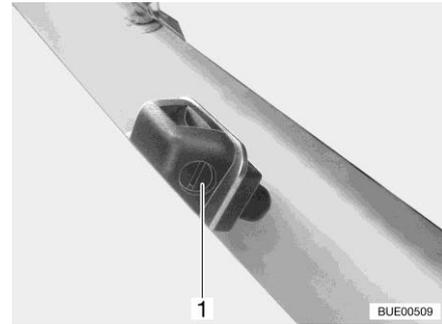

Fig. 51 Boquillas del limpiaparabrisas (variante 2)
- Girar el tornillo de ajuste (Fig. 51,1) con un destornillador apropiado hasta que se alcance la posición deseada.